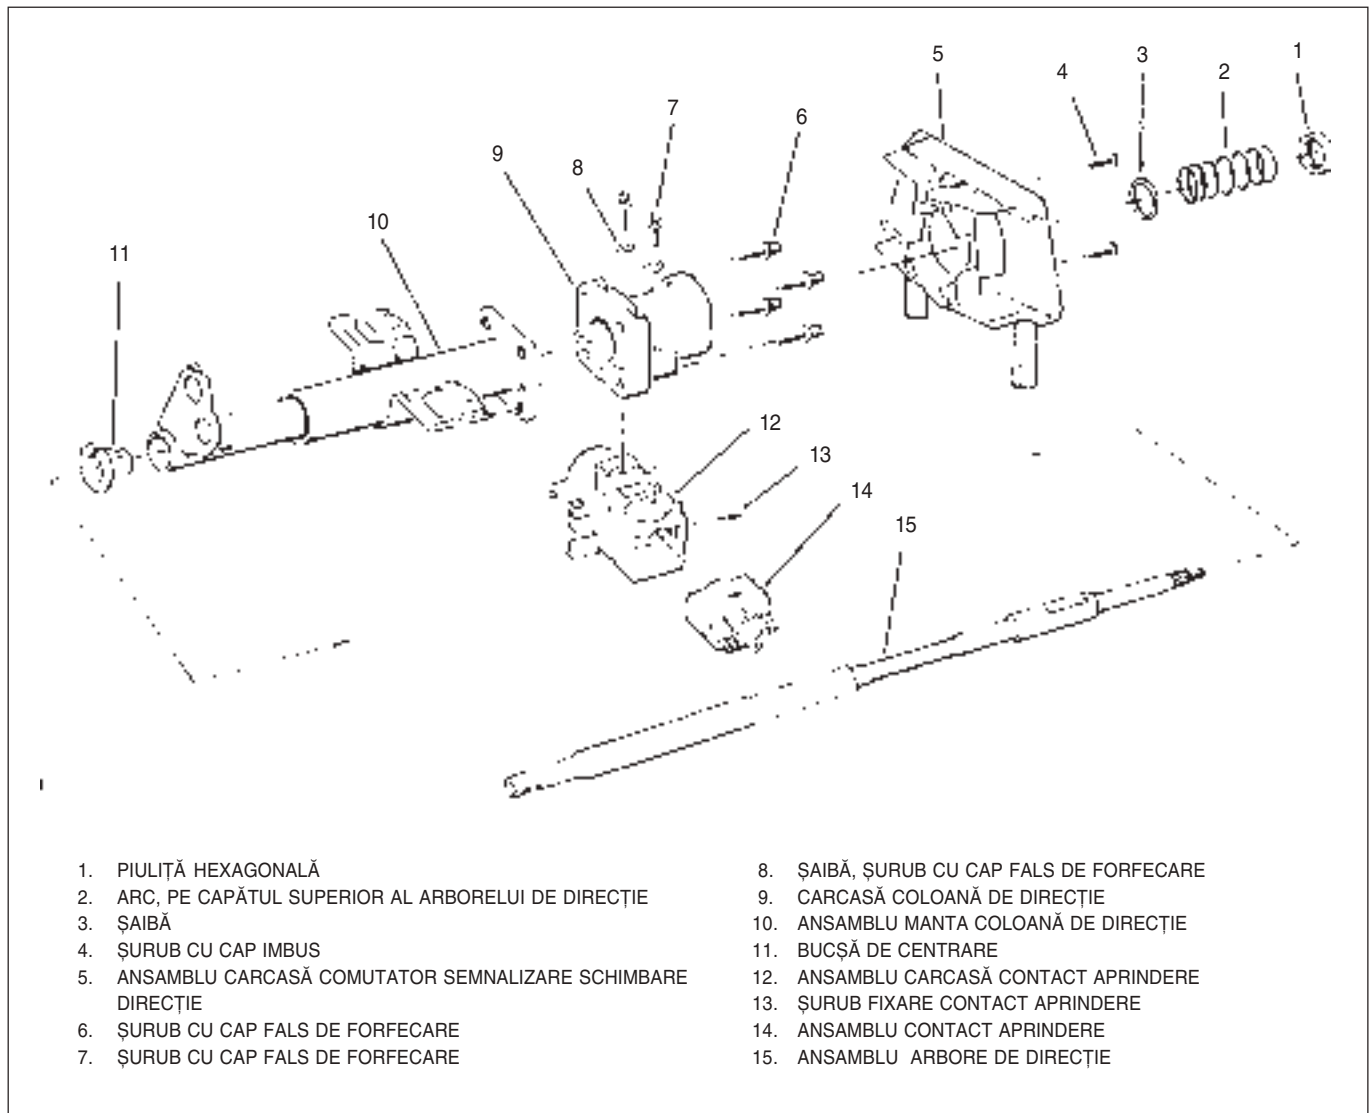
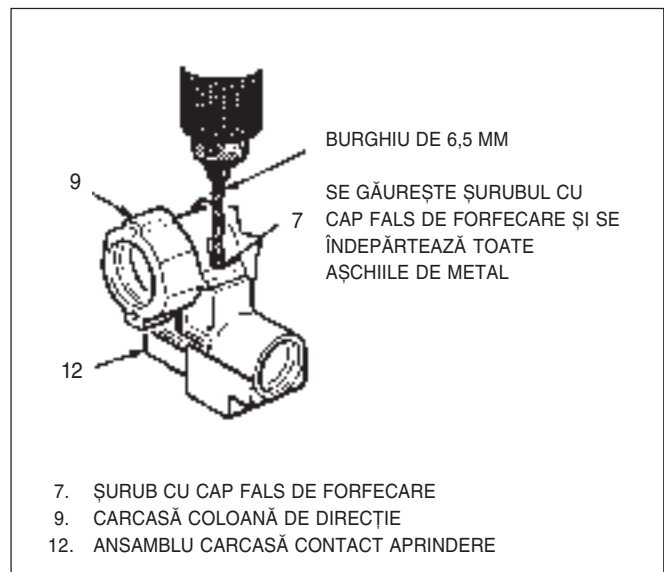

Fig. 8 Coloană de direcție standard – Schimbător de viteze la podea, CVA, CVM
Fig. 9 Demontare șurub cu cap fals de forfecare
**↔** Se demontează sau se deconectează (Fig 8, 9 și 10)
- 3) Bucșa de centrare (11) de la capătul inferior al arborelui de direcție (15), dacă nu a fost demontat anterior.
- 4) Arcul (2) din capătul superior al arborelui de direcție.
- 5) Șaiba (3).
- 6) Șurubul cu cap imbus (4).
- 7) Ansamblul carcasă comutator semnalizare direcție (5).
- 9) Ansamblul arbore de direcție (15) pe la capătul inferior al ansamblului manta (10).
- 10) Șurubul cu cap fals de forfecare (7), șaiba șurubului cu cap fals de forfecare (8) și carcasa contact aprindere (12) după cum urmează:
- Se găuresc capetele șuruburilor cu cap fals de forfecare (7) mai adânc față de șaibele (8) cu un burghiu de 6,5 mm (Vezi Fig 9).
- Se separă șaibele (8) și carcasa (12) de carcasa coloanei (9).
- Se scot capetele filetate ale șuruburilor cu cap fals de forfecare (7) din carcasa (12) cu un clește cu blocare.